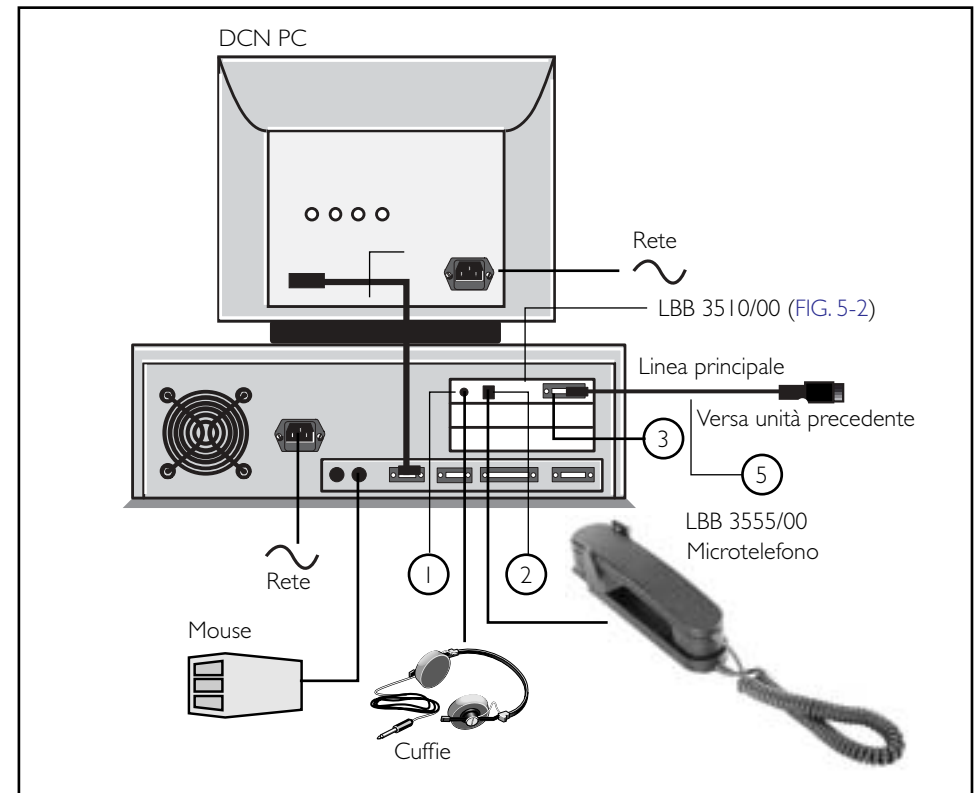

FIG. 5-4 Interconnessioni PC
- Per la connessione mediante scheda di rete, vedere la FIG. 5-4.
Per il monitoraggio da parte dell'operatore, collegare gli auricolari alla presa jack da 3.5 mm posta sulla scheda di rete PC (FIG. 5-4).